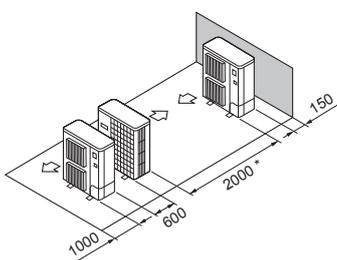

Fig. 2-12
- ⑤ Plassering av enkel parallellhet (fig. 2-12)